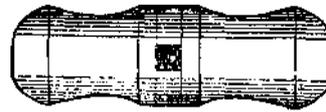

Fig. 63
*Cabo para verrumas* (Fig. 63). — Utensílio de ferro ou de madeira em que são presas as verrumas, quando postas em uso.